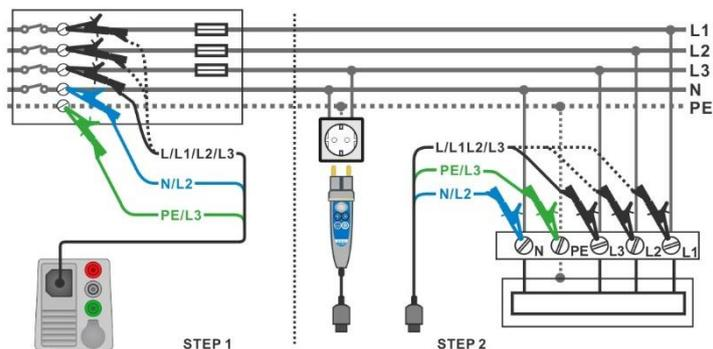

Figura 7.105: Medición AUTO TT
- ▶ Conecte las puntas de prueba de 3 hilos o la Clavija *Commander* al objeto a prueba (vea la **Figura 7.105**).